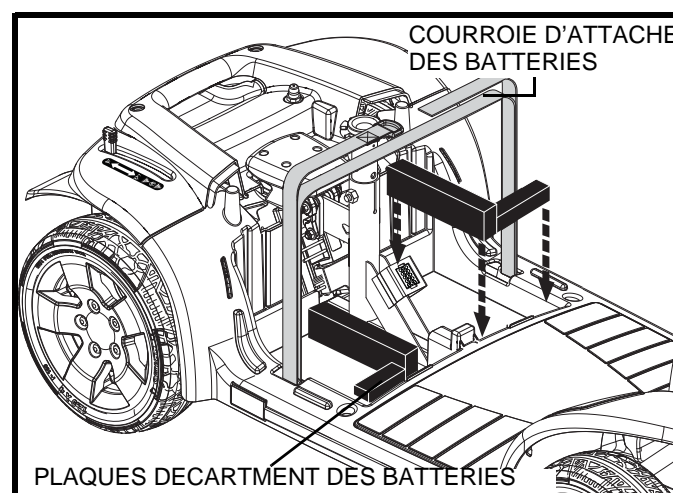

Figure 23. Plaques d'écartement des batteries
**NOTE:** Si des plaques d'écartement servent à bloquer les batteries en place, retirez-les et conservez-les jusqu'à ce que le scooter soit réassemblé. Voir la figure 23.
6. Réinstallez les plaques d'écartement des batteries si applicable. **Voir la figure 23.**